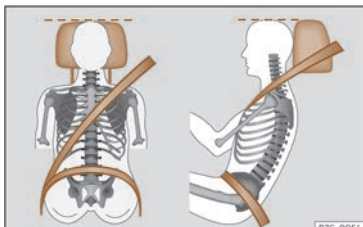

Fig. 15 Nastro della cintura e poggiatesta posizionati correttamente.
- Regolare il poggiatesta portando il suo bordo superiore alla stessa altezza della parte superiore della testa, il più vicino possibile all'altezza degli occhi¹⁾ >>> pag. 121. Tenere la nuca quanto più vicino possibile al poggiatesta >>> fig. 15.
- Regolare il sedile longitudinalmente in modo da poter premere completamente i pedali tenendo le ginocchia leggermente piegate e in modo tale che la distanza tra l'area del ginocchio e il cruscotto sia di almeno 10 cm (4 pollici) >>> fig. 15.